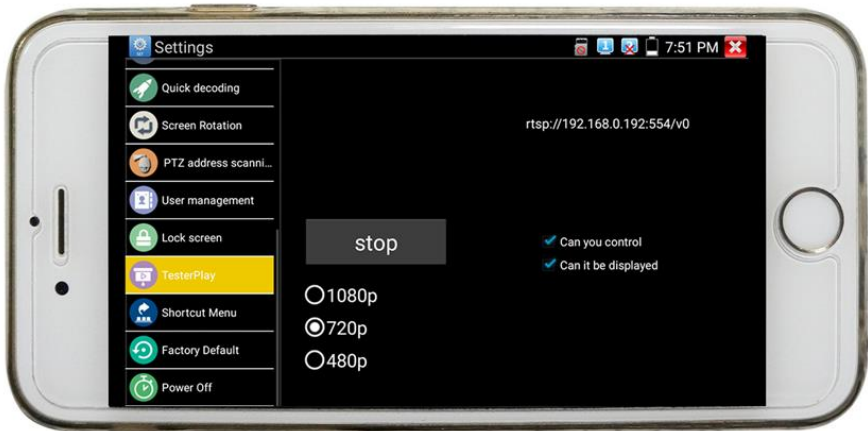

Рис. 20 Управление тестером с мобильного устройства в реальном времени
- 4) Укажите RTSP адрес в строке как показано на рис. 20 (RTSP адрес трансляции указан над QR кодом в приложении TesterPlay), нажмите кнопку Play (Воспроизведение);